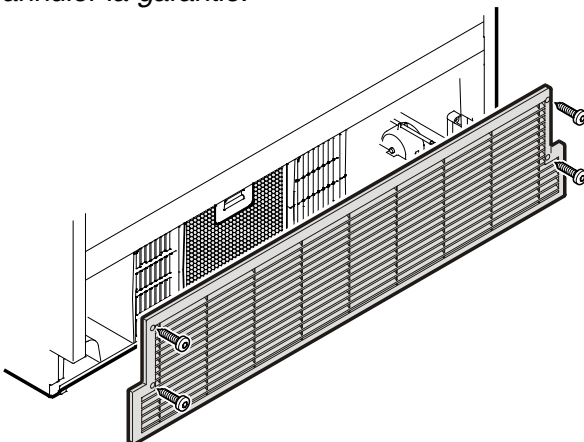

Figure 20
3. Monter la grille de ventilation comme à la **Figure 20**.